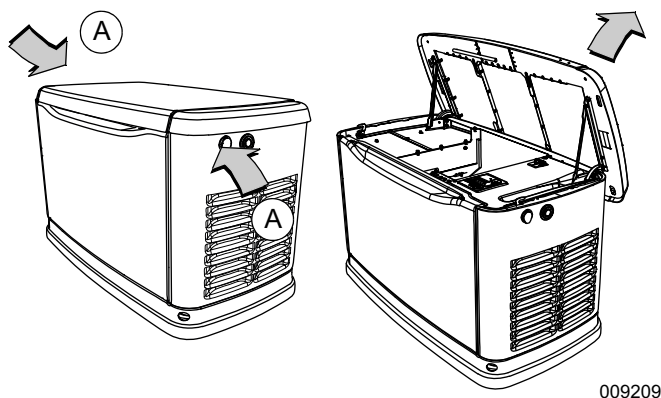

Figura 2-4. Como abrir a tampa
2. Consulte **Figura 2-4**. Duas travas (A) prendem a tampa; uma de cada lado. Pressione a tampa acima do bloqueio lateral e destrave a trava para abrir corretamente a tampa.